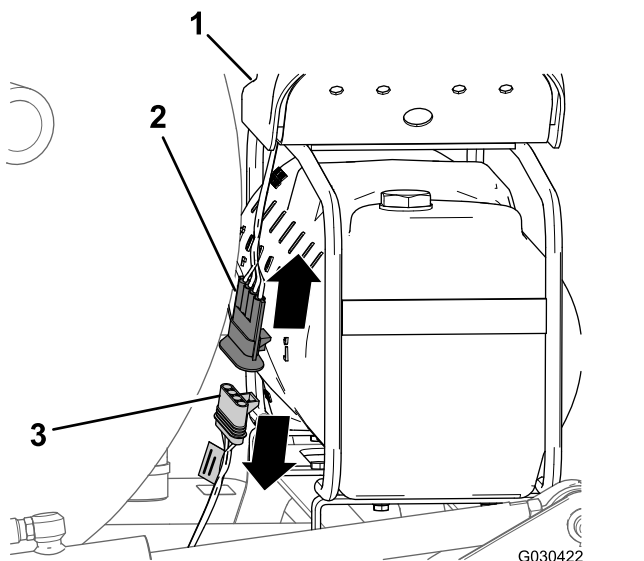

Рисунок 11
1. В задней части бака пенного маркера найдите жгут проводов на компрессоре (Рисунок 11).
- Отсоедините 4-штыревой разъем жгута проводов компрессора от 4-гнездового разъема заднего жгута проводов машины (Рисунок 11).